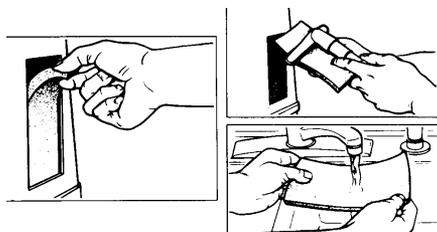

FIGURA 2 - LIMPIEZA DE LOS FILTROS DEL ARMARIO
1. Retire los filtros y **LÍMPIELOS POR LO MENOS UNA VEZ A LA SEMANA** según las condiciones ambientales (FIGURA 2).
2. Limpie los filtros del armario con una aspiradora o lávelos en una solución detergente tibia (FIGURA 2).